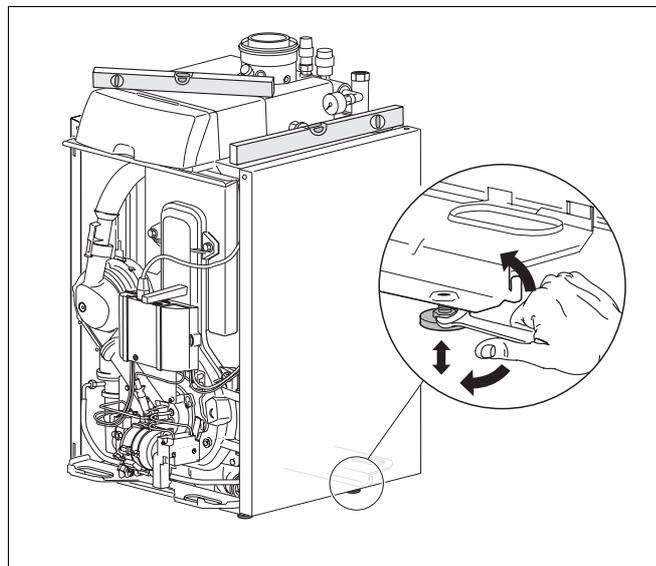

Fig. 21 Allineare la caldaia con i piedini regolabili a vite e con una livella a bolla d'aria
- Allineare orizzontalmente e verticalmente la caldaia mediante una livella a bolla d'aria, in modo da evitare ristagni d'aria nella caldaia (fig. 21).